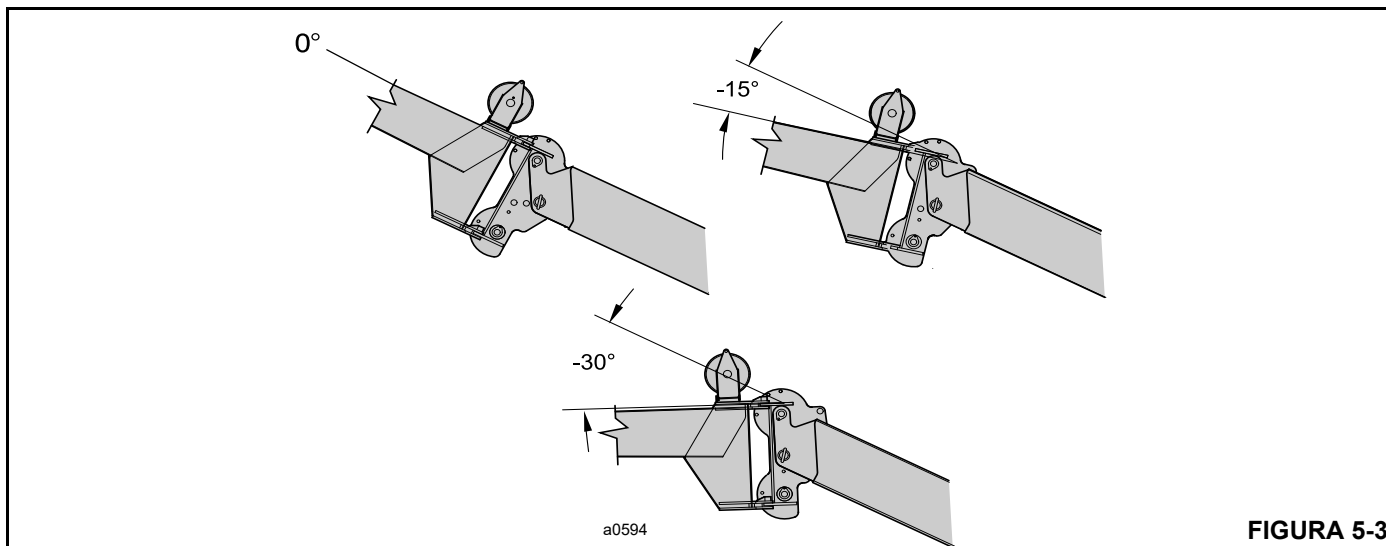

FIGURA 5-3
Os ângulos da cabeça da lança de -15° e -30° são usados para deslocar as extensões da lança. Consulte Figura 5-3.
5. Eleve ou abaixe a lança principal até alcançar o ângulo de deslocamento desejado (Figura 5-3).
A extensão da lança pode ser posicionada em um de três ângulos possíveis (Figura 5-3). Para procedimentos de ajuste, consulte *Ajuste do deslocamento da extensão da lança*, página 5-3.